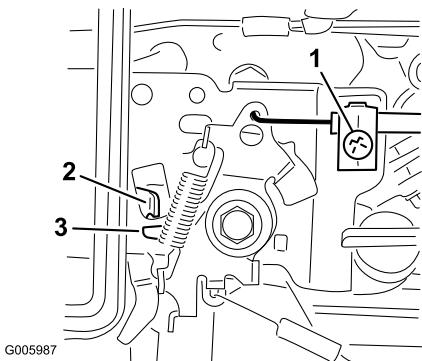

Figura 11
- C. Mueva la palanca del acelerador del motor hasta que la palanca del acelerador apenas toque la palanca del estárter (Figura 11).
- D. Apriete el tornillo de fijación (Figura 11)